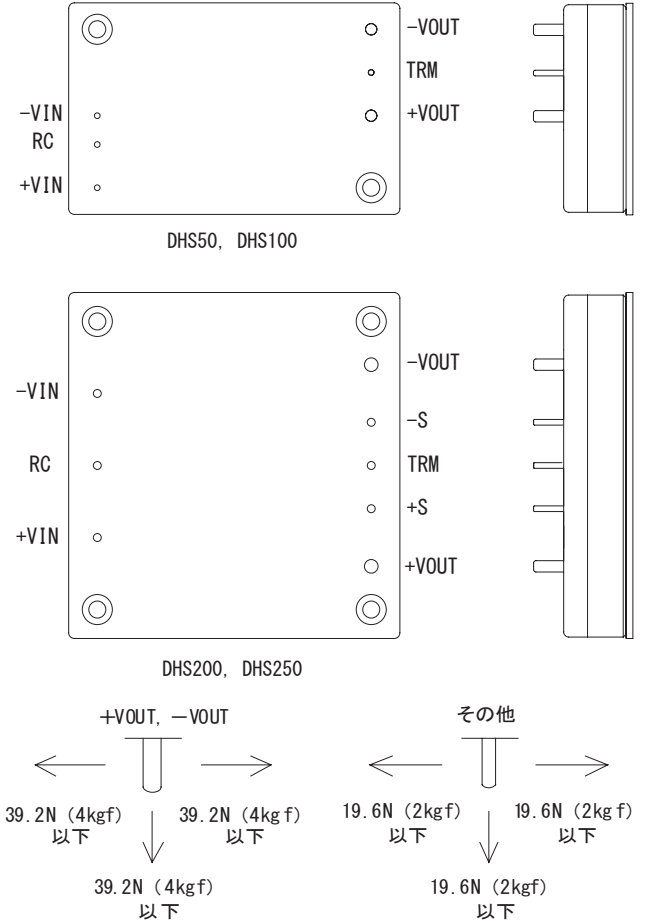

図6.2 ピンへのストレス
- 電源の入・出力ピンに必要以上のストレスを加えると内部接続を断線させることがあります。図6.2に示すストレス以下にしてください。